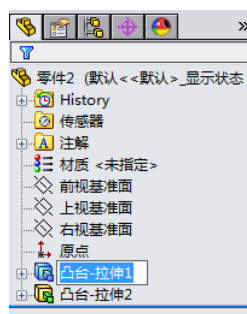

图 1-9 FeatureManager 设计树更改项目名称
(1) 以名称来选择模型中的项目：即可以通过在模型中选择其名称来选择特征、草图、基准面及基准轴。SolidWorks 这一项中的很多功能与 Window 操作界面类似，比如在选择的的同时按住 Shift 键，可以选取多个连续项目；在选择的同时按住 Ctrl 键，可以选取非连续项目。
(2) 确认和更改特征的生成顺序。在 FeatureManager 设计树中拖动项目可以重新调整特征的生成顺序，这将更改重建模型时特征重建的顺序。
(3) 双击特征的名称可以显示特征的尺寸。
(4) 如要更改项目的名称，在名称上缓慢单击两次选择该名称，然后输入新的名称即可，如图 1-9 所示。